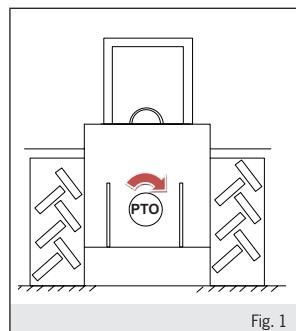

Fig. 1
Per rispettare la corretta sequenza di fase L1-L2-L3, la presa di forza del trattore deve girare in senso orario (vedi fig.1).
To respect the correct phase sequence L1-L2-L3, the P.T.O. must turn in clockwise rotation (see fig.1).
Pour se conformer à l'ordre correct des phases L1-L2-L3, la prise du force doit tourner dans le sens horaire (voir fig.1).
Für die richtige Phasenfolge L₁-L₂-L₃ respektieren, die Zapfwellen des Traktors muss im Uhrzeigersinn drehen (siehe Abb.1). Die im Benutzungsland gelgenden Sicherheitsnormen beachten.
Para cumplir con la secuencia de fases correcta L₁-L₂-L₃, la toma de fuerza del tractor debe girar en sentido horario (ver fig.1).
- die Schutz-Gegenhaube (Abb.1) in unversehrtem und gut befestigten Zustand vorhanden ist. Die Gegenhaube muss den Schutz des Kardangelenks über mindestens 50 mm abdecken und den unbeabsichtigten Kontakt der Hände mit in Bewegung befindlichen Elementen verhindern.
- la capucha de protección (fig.1) esté en condiciones perfectas y bien fijada. La capucha debe cubrir la protección de la junta cardánica por al menos 50 mm e impedirá el contacto accidental de las manos con piezas en movimiento.